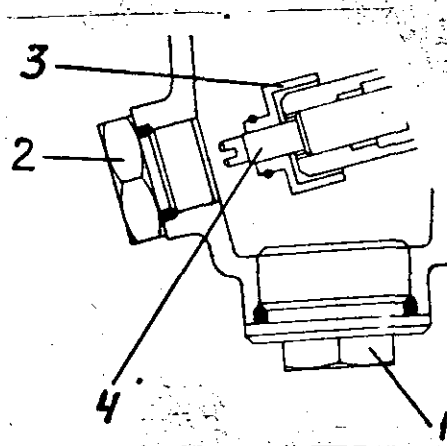

Рис.16. К регулированию статизма регулятора РИТ-20Д:
1. Расконтрите и отверните пробку 2 (рис.16) и слейте масло.